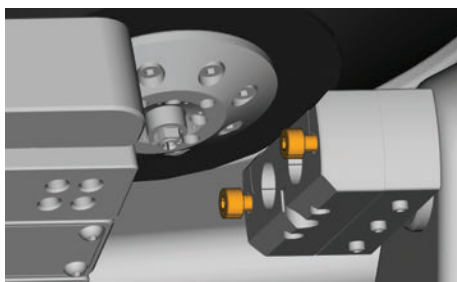

FIG. 20: FIXER LE PORTE-PILIER
- M2. Desserrer les vis du porte-pilier (↺ Fig. 20) et l'enlever complètement.